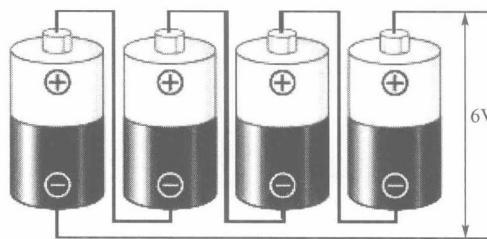

图 1-15 电池串联
① 电池串联 n 个相同的电池串联成电池组时（如图 1-15 所示），总电动势 $E_{\text{串}} = nE$ ，总内阻 $r_{\text{串}} = nr$ 。当负载为 R 时，串联电池组输出的总电流 $I = \frac{nE}{R + nr}$ 。